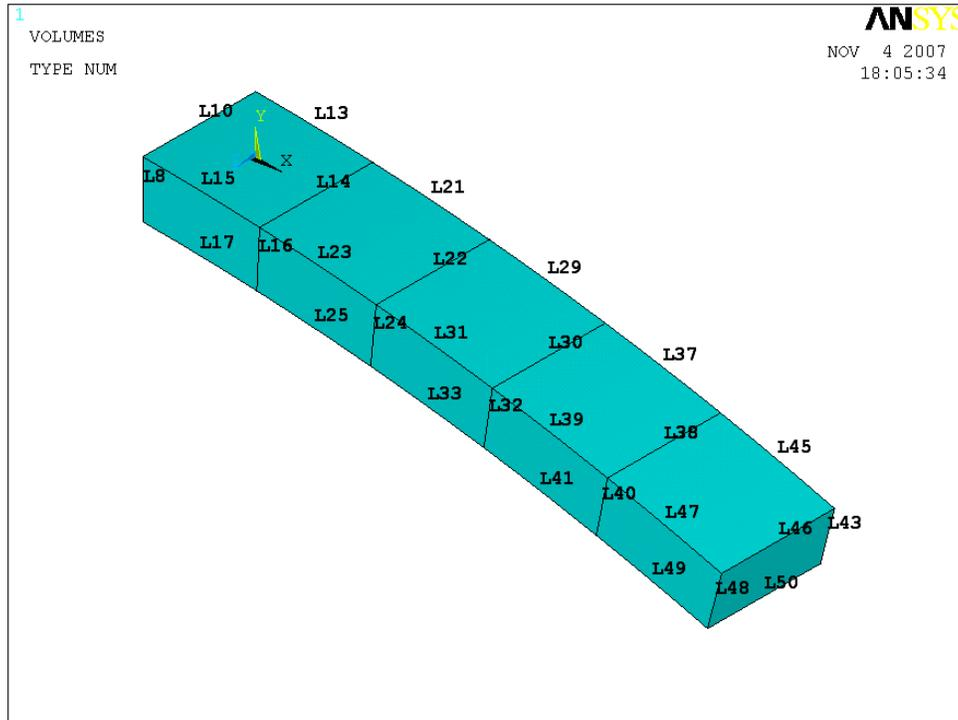

Рисунок 29. Результат построения объема модели вытягиванием поверхности вдоль набора линий
- Нажать кнопку ***OK*** (Рисунок 29).
- Далее необходимо с помощью «мыши» выбрать линию *L50* (Рисунок 29) и нажать кнопку **OK** в окне выбора *Reselect lines*.